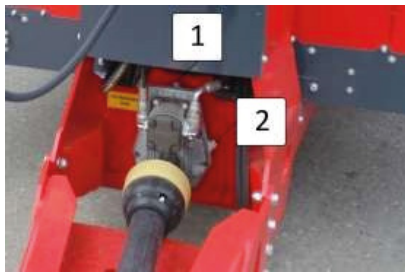

Figura 25- La caja de cambios incrementadora (es una caja de cambios incrementadora de velocidad para bomba de aceite)
1:3 Caja de Cambios Incrementadora: Después de las primeras 100 horas de funcionamiento, drene el aceite inicial, preferiblemente tibio. Para drenar el aceite, retire el tapón de drenaje ubicado en la parte inferior de la caja de cambios. Enjuague la caja de engranes con un solvente no tóxico, no inflamable y aprobado y vuelva a llenar con ACEITE PARA ENGRANES SAE90EP / 5.8 desde la tapa de llenado de aceite (1) que se muestra en la figura 25 hasta el nivel de la mirilla (2). A partir de entonces, el aceite debe cambiarse cada 2000 horas o cada 12 meses, lo que ocurra primero.